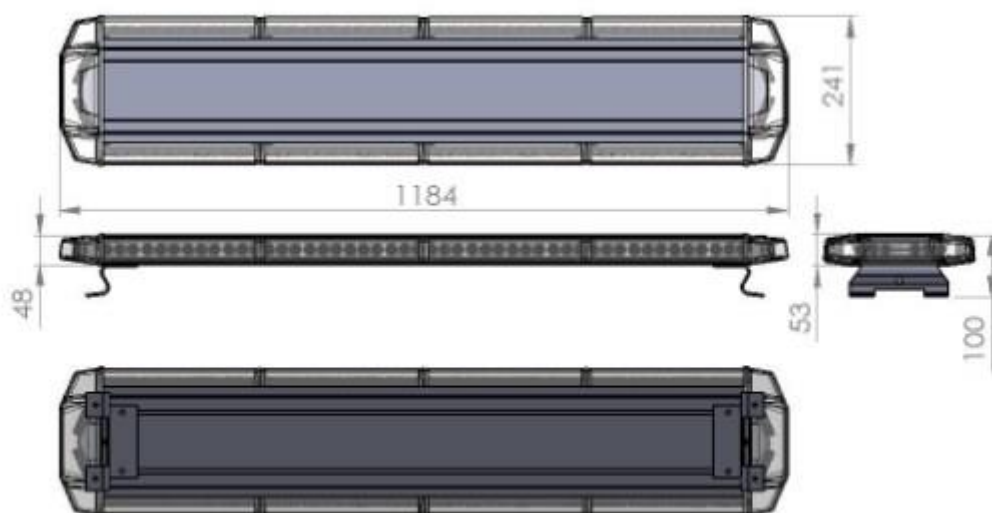

Fig.1
4.1 Instalarea instalației se realizează conform schemei de conectare (Fig. 1)
4.5 După așezare, conectați cablul de comandă și cablul de alimentare la conectori corespunzători conform schemei de conectare (Fig. 1)